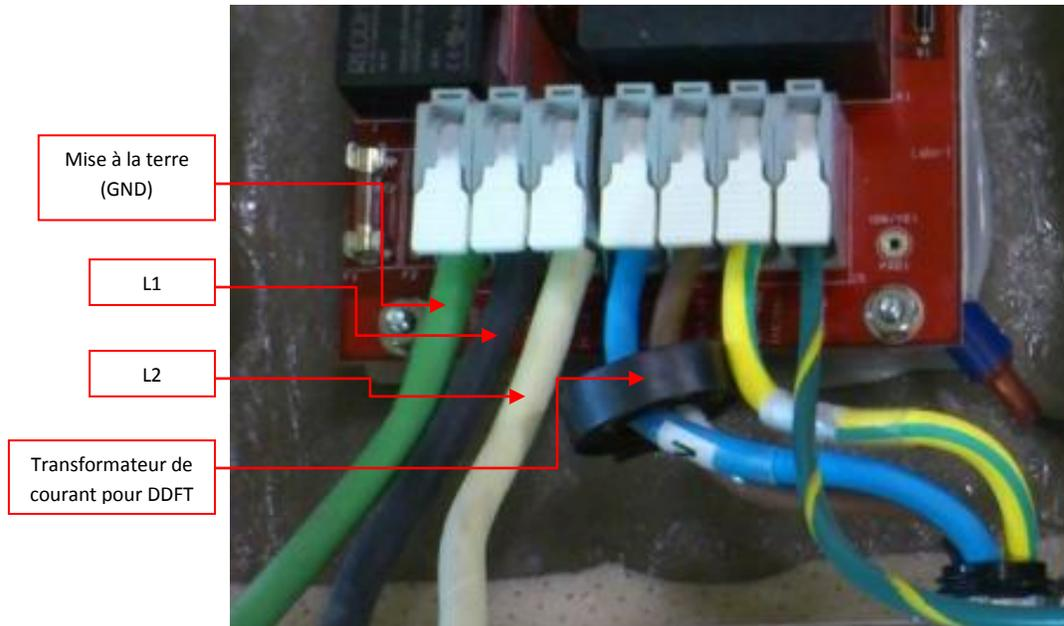

Figure 4 : Raccordement électrique
- 5- Connectez les fils soit directement dans le bornier de gauche tel que montré à la Figure 4 ou utilisez des « marrettes » pour connecter les fils ensemble.